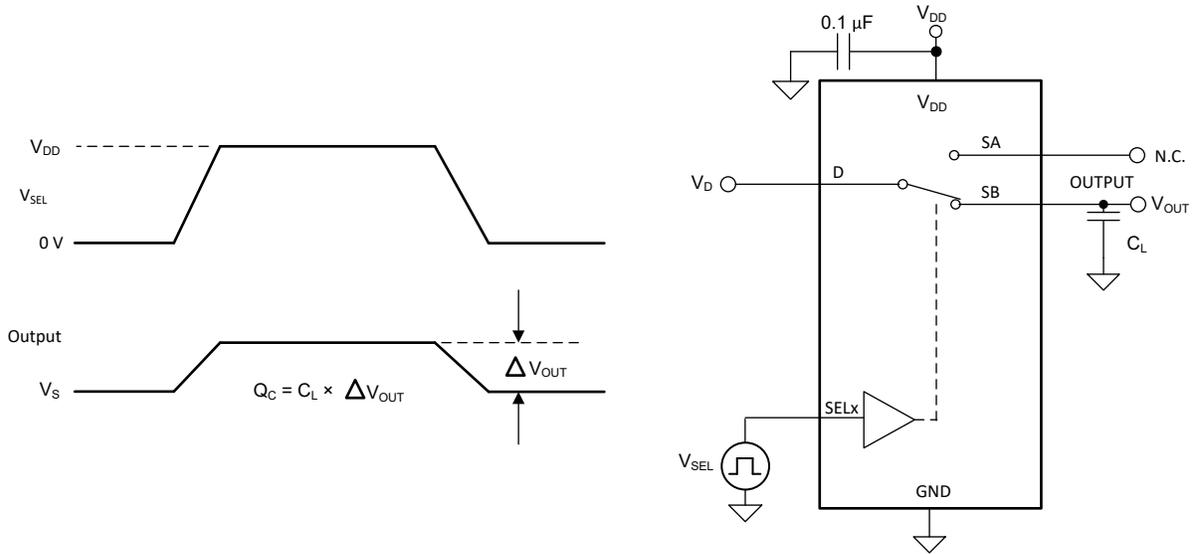

图 6-11. 电荷注入测量设置
电容的任何不匹配都会导致在栅极信号的下降沿或上升沿期间向漏极或源极注入电荷。注入器件源极或漏极的电荷量称为电荷注入，用符号  $Q_C$  表示。图 6-11 展示了用于测量从漏极 (D) 到源极 (Sx) 的电荷注入的设置。